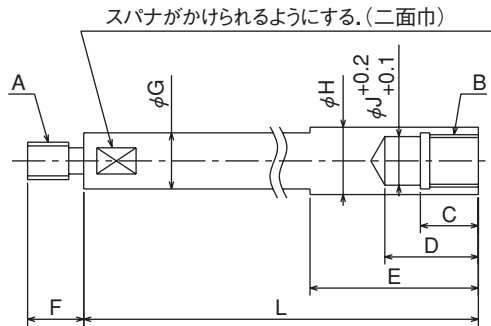

図 12
- ・ドローバーは図 12 の寸法 H を守り、引張り強さ 380MPa (38kgf/mm²) 以上の材質を使用する必要がある。